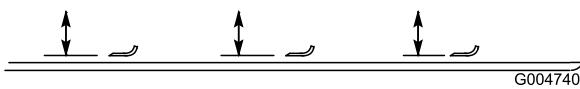

Figure 83
2. Tournez la lame dans le sens longitudinal (Figure 83). Mesurez la distance entre l'intérieur du plateau de coupe et le tranchant à l'avant de la lame. Notez cette valeur.